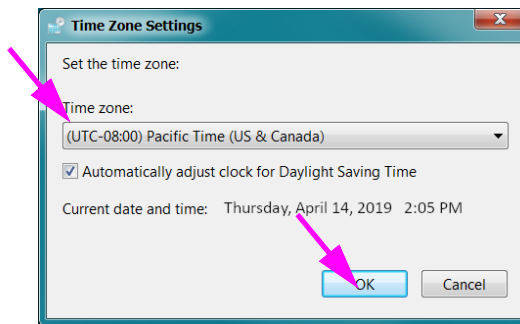

Figura 2-33. Cuadro de diálogo Time Zone Settings (Configuración de zona horaria)
5. Haga clic en el botón **Change Time Zone... (Cambiar zona horaria...)**. Aparece el cuadro de diálogo Time Zone Settings (Configuración de zona horaria). Consulte la figura 2-33.